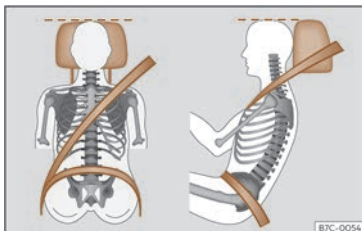

Fig. 32 Banda del cinturó i reposacaps ajustats correctament.
- Ajusteu el reposacaps de manera que la vora superior quedi, en la mesura que sigui possible, a l'alçada de la part superior del cap, i mai per sota dels ulls¹⁾. Mantingueu el clatell al més a prop possible del reposacaps >>> **fig. 32**.
- Ajusteu longitudinalment el seient de manera que pugueu trepitjar a fons els pedals amb els genolls lleugerament flexionats i que quedi una distància entre la zona dels genolls i el tauler d'instruments d'almenys 10 cm (4 polzades) >>> **fig. 32**.